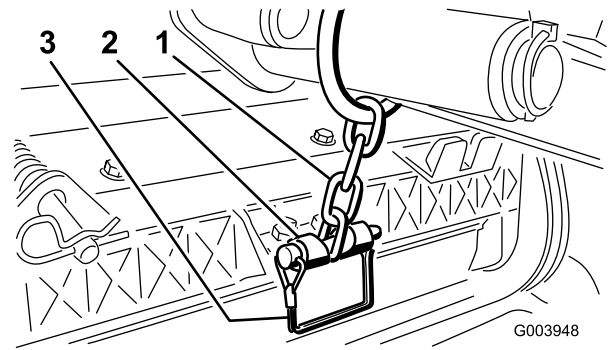

Figura 10
12. Prenda a corrente do braço de elevação ao suporte da corrente com o pino de encaixe (Figura 10). Utilize o número de elos da corrente conforme descrito no *Manual do utilizador* da unidade de corte.